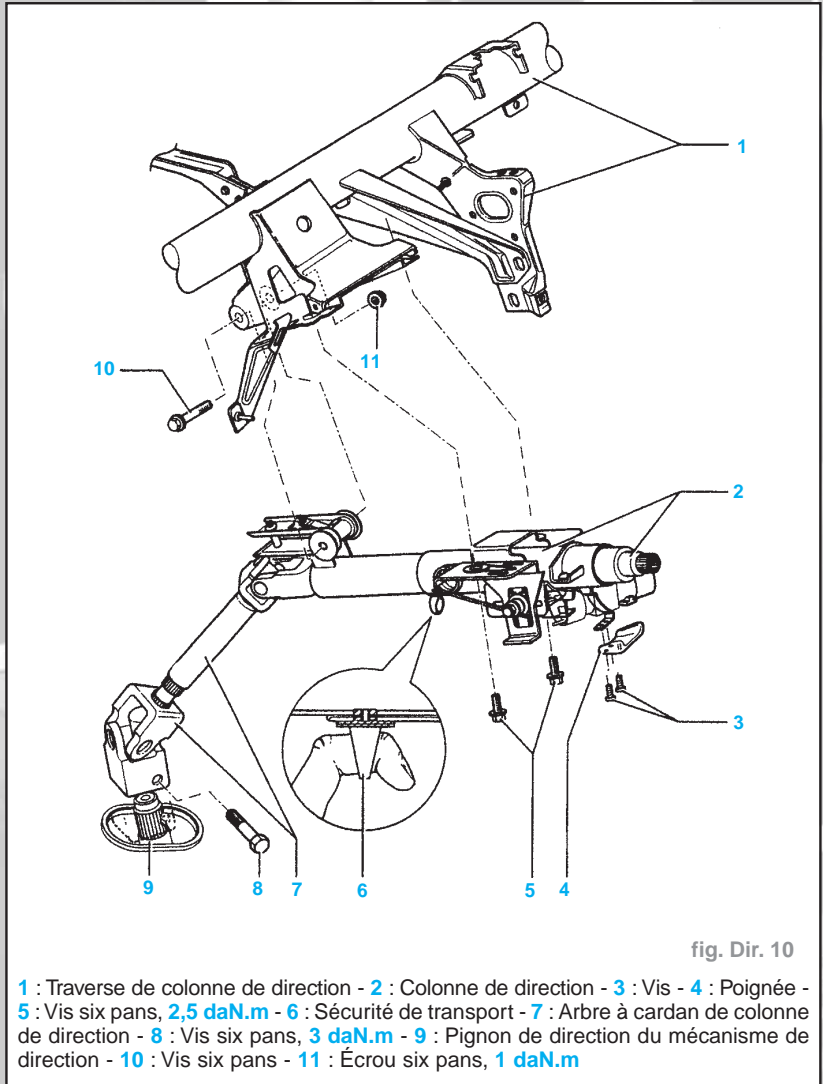

fig. Dir. 10
- Les colonnes de direction neuves livrées comme pièce de rechange sont freinées par une sécurité de transport (6) (fig. Dir. 10).
**Nota :** Après la pose de la colonne de direction dans le véhicule, la sécurité de transport (6) doit être démontée.
- Mettre en place les vis (5), sans les serrer.
- Mettre maintenant en place la vis six pans (10).
- Visser l'écrou (11) et le serrer à 1 daN.m
- Serrer maintenant les vis (5) à 2,5 daN.m
- Extraire la sécurité de transport (6).
- Serrer la vis (8) à 3 daN.m